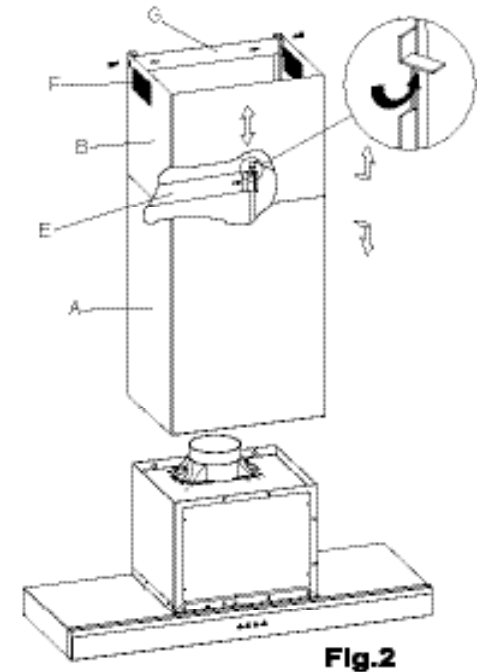
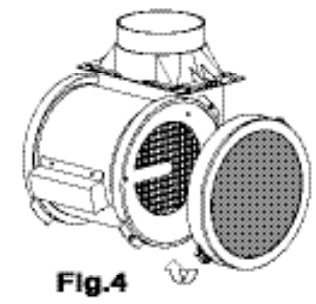

Fig.2
Fig.4
En este caso la circulación del aire se realiza a través de la apertura F (Fig. 2). Para que la campana funcione como depurador filtrante, es indispensable el uso de dos filtros de carbón activo, que se suministran como accesorio aparte. Los filtros de carbón activo deben ser sustituidos periódicamente para su correcto funcionamiento, al menos cada tres meses (según la frecuencia de utilización de la campana). (Fig. 4).
zación de la campana). (Fig. 4).
- Marcar en la pared la posición del soporte E (Fig. 2), según cotas y especificaciones de la plantilla adjunta.
- Colocar el tubo A (Fig. 2), con la parte telescópica B deslizada en su interior.